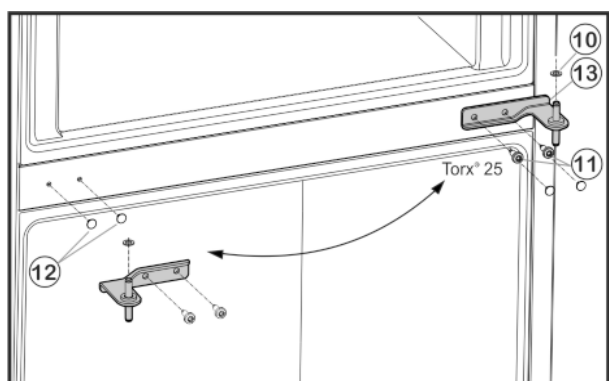

Fig. 5
- Sejměte opatrně kryty Fig. 5 (12) a na protější straně je opět nasadte.